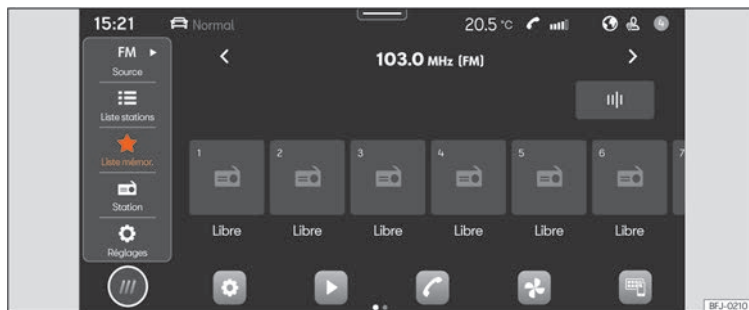

Fig. 126 Représentation schématique : Vue Radio.
- Appuyez sur **HOME** > > **fig. 126**.